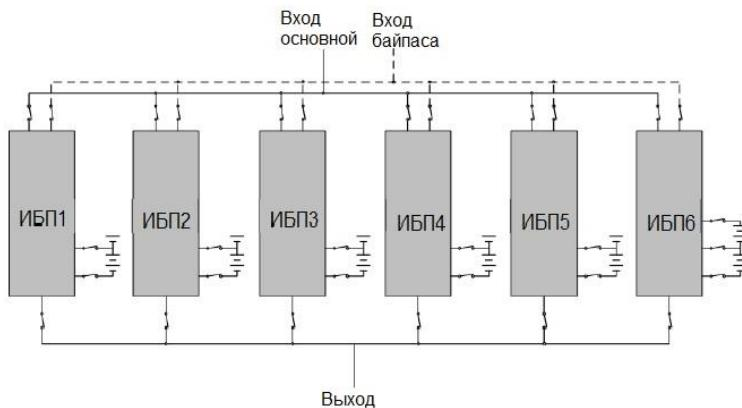

Рисунок 7 — Пример схемы подключения четырех изделий в систему параллельного резервирования с выходным распределительным шкафом.
Изделие имеет встроенный параллельный контроллер и может работать в системе бесперебойного питания с параллельным резервированием (см. рисунок 7 и рисунок 8). Целью такой системы является либо повышение надежности (резервирование), либо увеличение общей выходной мощности (масштабирование).
- отключите входное сетевое питания каждого изделия, убедитесь в том, что все внешние выключатели разомкнуты (см. рисунок 7);